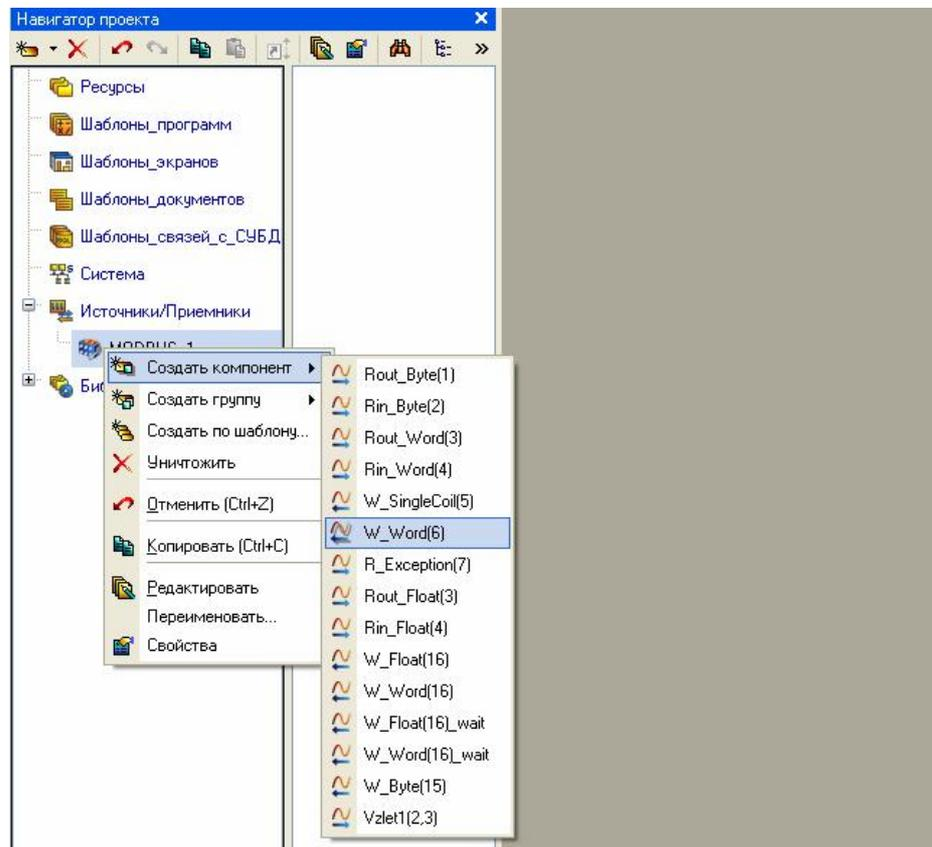

Рис.3
1.3 Для работы по протоколу Modbus RTU нужно нажать правой кнопкой мыши на иконку **Источники/Приемники** и выбрать в выезжающем меню **MODBUS** (см. рис 2). На появившемся ярлыке нажатием правой кнопки выбираем нужный компонент (номер команды). Номер команды выбирается в соответствии с табл. 1 (см документ «Modbus RTU в модулях NL, NL-Ex и CL» на сайте [www.rlda.ru](http://www.rlda.ru)), в столбцах «Код функции чтения» и «Код функции записи». Например, если мы хотим записать значение в аналоговый выход 0, то нужно выбрать команду (06) **W\_Word** (рис. 3) (в протоколе Modbus RTU команды задаются номерами. В табл. 1 в столбце «Что читается или записывается» выбирается переменная, с которой мы будем работать. Далее смотрим на номер команды в столбце «Код функции». Затем в Trace mode выбираем команду с таким же номером. Номеру **06** соответствует **W\_Word**).